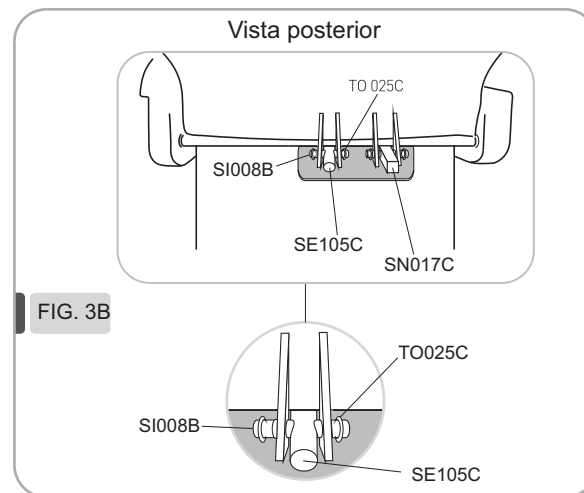

FIG. 3B
- 3- Retirar el anillo de seguridad TO025C y el eje SI008B, reubicar este eje enhebrando el eje SE0105C como indica la Fig. 3B; colocar TO025C.